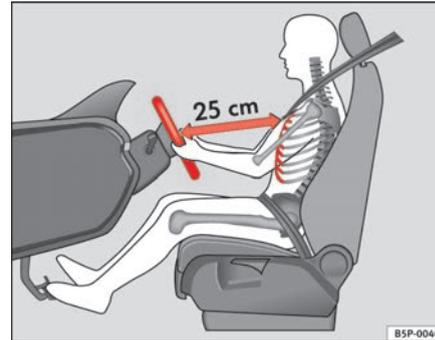

Abb. 135 Die richtige Sitzposition des Fahrers
- Stellen Sie das Lenkrad so ein, bis die gewünschte Einstellung erreicht ist \Rightarrow Abb. 135.
- Stellen Sie den Fahrersitz oder das Lenkrad so ein, dass der Abstand zwischen Lenkrad und Brustbein mindestens 25 cm beträgt → Seite 166, Abb. 135. Wenn Sie den Mindestabstand nicht einhalten, kann Sie das Airbag-System nicht schützen – Lebensgefahr!